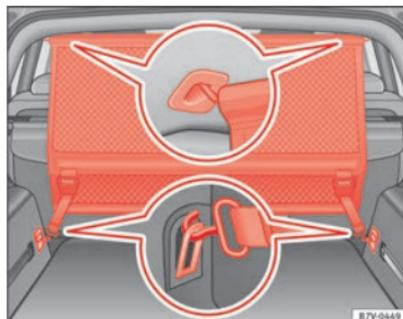

Abb. 95 Im Gepäckraum: Netztrennwand hinter der zweiten Sitzreihe einbauen.
- Netztrennwand in der hinteren linken Aufnahme im Dach einhängen \Rightarrow Abb. 95. Darauf achten, dass die Querstange über die obere Position hinaus nach unten gezogen wird.
- Beide Halteclipsen der Netztrennwand in die vorderen Verzurösen im Gepäckraum \Rightarrow Abb. 95 einhängen und die Gurte fest spannen. ▶
- Netztrennwand in der vorderen linken Aufnahme im Dach einhängen ⇒ Abb. 95 C. Darauf achten, dass die Querstange über die obere Position hinaus nach unten gezogen wird.
- Haltehaken der Netztrennwand an den Verzurrösen ⇒ Abb. 95 aushaken.
- Netztrennwand an der rechten Aufnahme im Dach ⇒ Abb. 95 durch Zusammendrücken der Querstange aushängen.